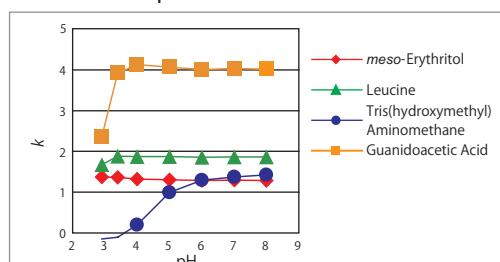

図 3. pH と保持との関係
- 中性付近の pH で使用すると保持は大きくなります(図3)。